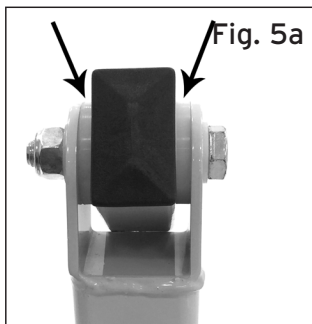

Fig. 5a
4. Collegare il braccio alla colonna con le viti in dotazione. (Fig.5a-5b)